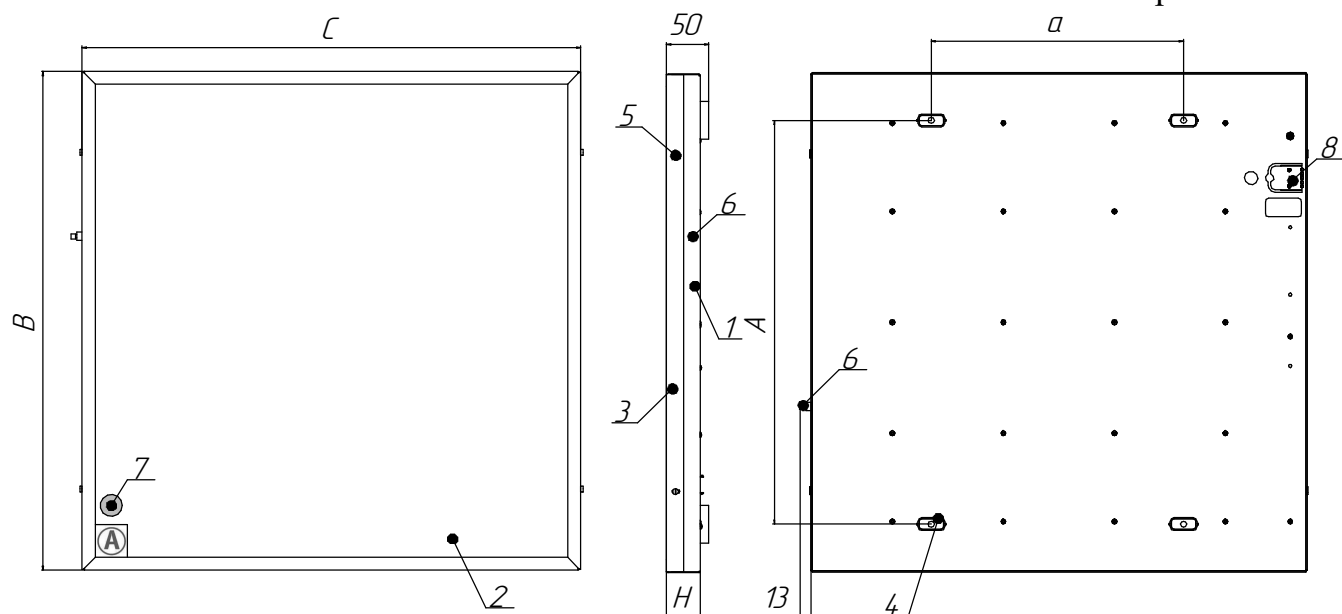

Рисунок 1 - Общий вид светильников
1) Снимите боковую планку поз.3, отвернув удерживающие ее винты поз.5 (см. рисунок 1).
2) Снимите рассеиватель поз.2, выдвинув его со стороны боковой планки (см. рисунок 1).
5.6. Подайте напряжение питания по некоммутируемой сети освещения. Индикатор заряда должен зажегся (см. рисунок 1, поз.7). Если индикатор заряда не зажегся, то
Кнопка "Тест": выключите светильник. Нажмите кнопку на торце светового прибора (см. рисунок 1, поз. 6). Источник питания светильника переключится в аварийный режим, напряжение на светодиодные модули будет подаваться от аккумулятора. Для возврата в рабочий режим, отпустите кнопку ручного тестирования.